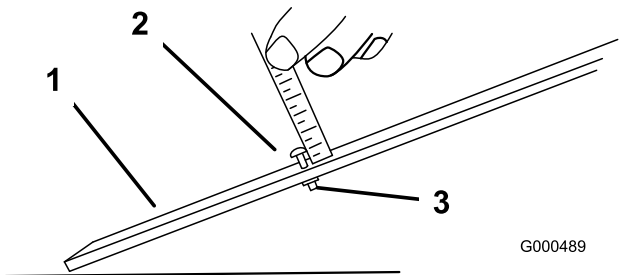

Figura 9
- 2. Afloje la tuerca de la barra de ajuste y ajuste el perno de ajuste de la altura para la altura de corte deseada (Figura 9). La distancia entre la parte inferior de la cabeza del perno y la cara de la barra es la altura de corte.